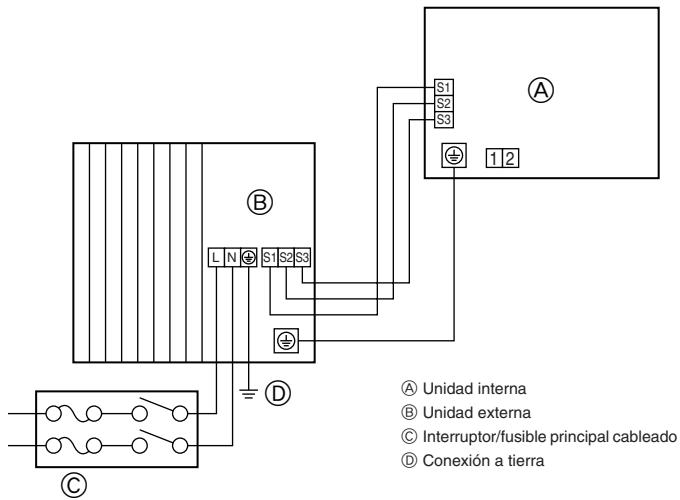
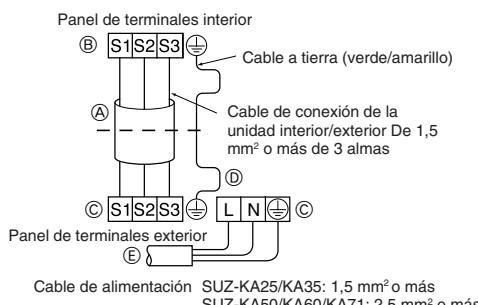
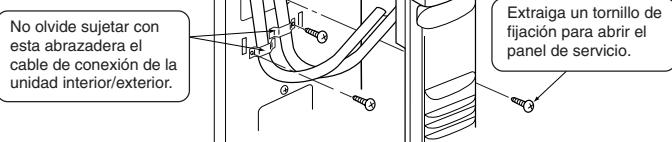
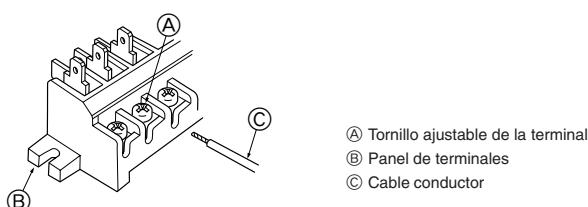

Fig. 6-1
Fig. 6-2
Fig. 6-3
Fig. 6-4
6.1. Unidad exterior (Fig. 6-1, Fig. 6-2, Fig. 6-3, Fig. 6-4)
- ① Retire el panel de servicio.
- ② Conecte los cables de acuerdo con la Fig 6-1, Fig 6-2, Fig 6-3 y la Fig 6-4.
- Realice el tendido eléctrico como muestra el diagrama inferior izquierdo (los cables no vienen incluidos). (Fig. 6-2)
- Asegúrese de no realizar un mal cableado. (Fig. 6-4)